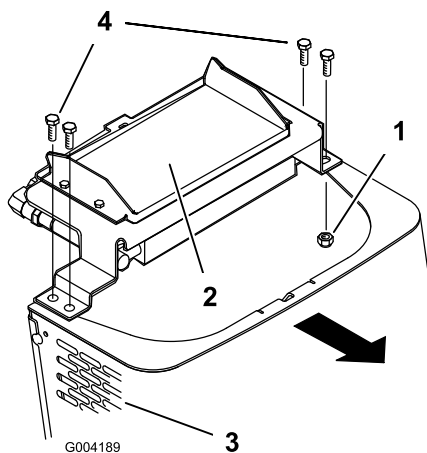

Figura 22
6. Retire los pernos de cuello largo y las tuercas que fijan el enfriador de aceite a la parte superior de la rejilla delantera (Figura 22).